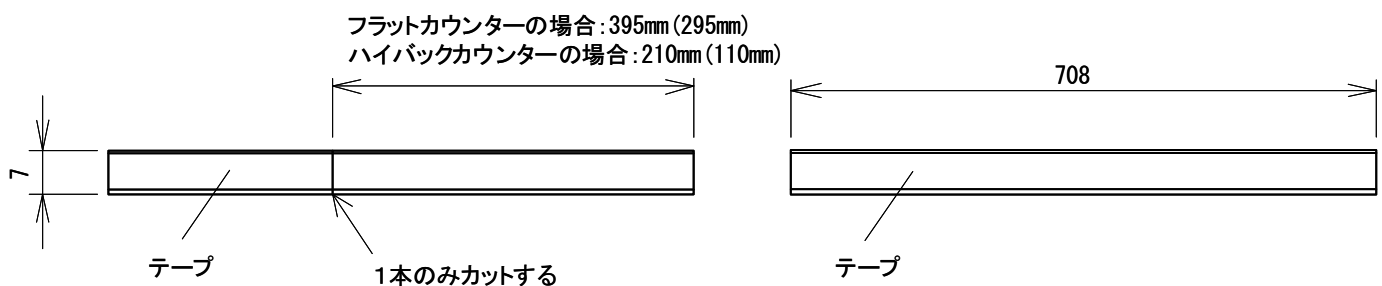

図14-18
- ①2本あるミラー見切り部材のうち、1本を所定の長さにカットしてください。(図14-18)